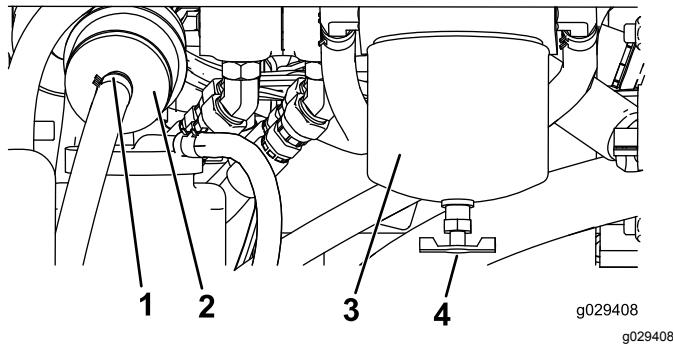

Figura 47
4. Localice el filtro de combustible en el lado trasero del motor (Figura 47), y coloque debajo un recipiente limpio.
4. Localice los filtros de combustible en el lado derecho del motor (Figura 47), y coloque debajo un recipiente limpio.
5. Limpie la zona de montaje del cartucho del filtro (Figura 47).
6. Retire el cartucho del filtro y limpie la superficie de montaje (Figura 47).
9. Instale el cartucho del filtro a mano hasta que la junta entre en contacto con la superficie de montaje, luego gírela media vuelta más (Figura 47).
10. Localice el filtro en línea situado a la izquierda del cartucho del filtro de combustible (Figura 47) y observe la flecha de sentido de flujo impresa en el lateral del filtro en línea.
11. Abra las abrazaderas de cada extremo del filtro en línea y retire las mangueras del mismo (Figura 47). Deseche el filtro.
12. Deslice las mangueras sobre el extremo de un filtro nuevo (Figura 47), asegurándose de que la flecha del filtro apunta hacia el motor o la bomba de combustible eléctrica.